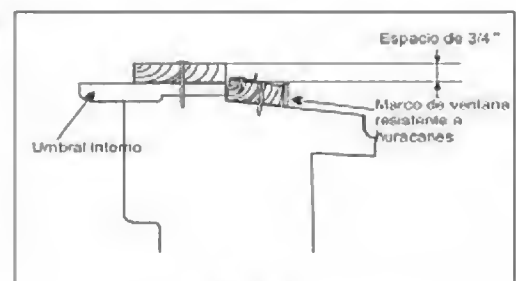

Fig.8
7. Si una ventana resistente a huracanes interfiere, adhiera una tabla de madera de 2" de ancho al umbral interno de la ventana, a lo largo de todo el ancho del umbral. La tabla de madera deberá ser lo suficientemente gruesa como para elevar la altura del umbral de la ventana, de modo que la unidad pueda instalarse sin que el marco de la ventana resistente a huracanes interfiera, tal como se indica en la Fig. 8.
Para que sea útil, la parte superior de la tabla de madera deberá estar aproximadamente 3/4" más arriba que el marco de la ventana resistente a huracanes para sumidero. Instale una segunda tabla de madera (de aproximadamente 6" de largo por 1 1/2" de ancho y el mismo grosor de la primera tabla) en el centro del umbral externo contra la parte posterior del umbral interno. Atornille los soportes en L a esta tabla. Esto elevará el soporte en L tal como se indica en la Fig. 8.